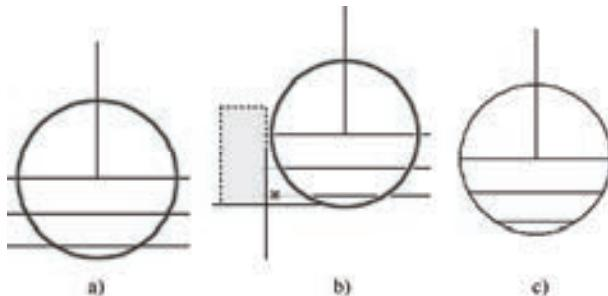

图 4-74 窗交方式选择修剪对象
(4) 窗交(C) 选择此选项时，系统以窗交的方式选择被修剪对象，如图 4-74 所示。
被选择的对象可以互为边界和被修剪对象，此时系统会在选择的对象中自动判断边界，如图 4-74 所示。